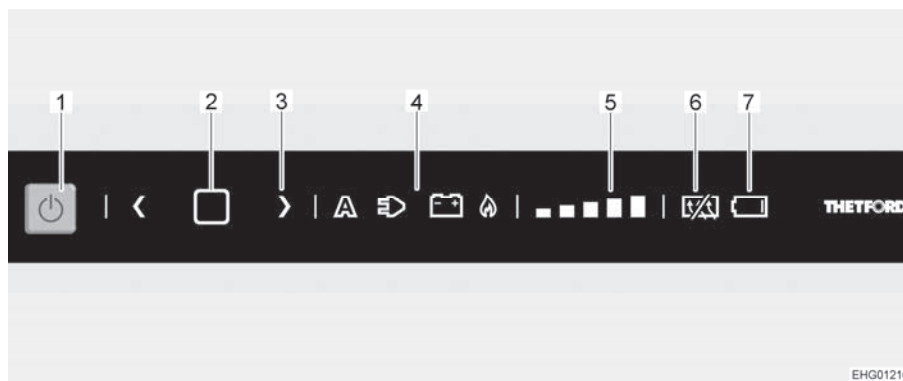

Fig. 137 Panneau de commande DEL
- Appuyer sur la touche Marche/Arrêt (Fig. 137,1) pendant 1 seconde. La touche s'allume en bleu. Le dernier réglage effectué s'allume.
- Appuyer sur la touche de confirmation (Fig. 137,2) pendant 2 secondes jusqu'à ce que le symbole de source d'énergie (Fig. 137,4) commence à clignoter.
- Sélectionner la source d'énergie désirée en appuyant sur une touche fléchée (Fig. 137,3).
- Appuyer sur la touche de confirmation (Fig. 137,2) pour confirmer le choix.
- Appuyer de nouveau sur la touche de confirmation (Fig. 137,2). L'affichage du degré de réfrigération (Fig. 137,5) commence à clignoter.
- Sélectionner la puissance de réfrigération désirée en appuyant sur une touche fléchée (Fig. 137,3).
- Appuyer sur la touche Marche/Arrêt (Fig. 137,1) pendant env. 2 secondes. Toutes les lampes s'éteignent. Le réfrigérateur est coupé.